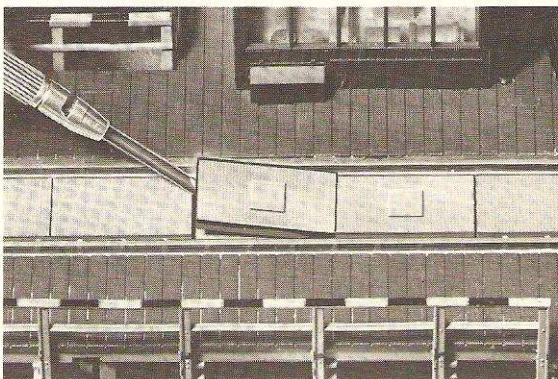

**Fig. 10**
**Betätigen der Drehbühne von Hand** siehe Fig. 9 und Fig. 10.
**Rotating the turntable by hand:** Opposite the motor housing, under the turning table, is a small black lever. By pressing the lever towards the centre, the drive gear wheel is withdrawn from the teeth in the outer drive ring releasing the table so that it can be moved manually in the desired direction. When the lever is released the gear wheel is again enmeshed with the outer-ring. Ensure, however, that the rotating tracks are lined up with the exit tracks (Fig. 9). Should the turntable not operate, when pressing the switch 6909, simply press the lever slightly to ensure the gear wheel is firmly seated in the drive ring, which will then start it moving. It will then stop at the next track again (Fig. 10).
**Manœuvre de la plaque tournante à la main:** En face de la cabine, sous le tablier du pont tournant, se trouve un levier. Lorsqu'on pousse sur ce levier vers le centre du pont, on dégage l'engrenage d'entraînement et on peut alors faire pivoter le pont tournant dans le sens désiré. Dès qu'on lâche le levier, les engrenages se bloquent à nouveau. Il faut veiller à ce que les voies du pont correspondent à ce moment avec un rail de sortie (fig. 9). Si, en manœuvrant le poste de commande 6909, le pont ne bougeait pas, il faut alors appuyer légèrement sur le levier en direction du bord de la plaque tournante afin de réengager les engrenages (fig. 10).
**Handbediening van de draaischijf:** Tegenover het machinehuis is onder de draaischijf bij de aandrijving een hefboom aangebracht. Door drukken op de hefboom en deze gelijktijdig in de richting van de draaischijf te houden, komt het aandrijfwieltje uit de vertanding van de draaikuil, zodat de draaischijf in elke gewenste richting verstand kan worden. Na het loslaten van de hefboom komt het aandrijfwieltje weer in de vertanding van de draaikuil. Er moet op gelet worden dat de railaansluiting van de draaischijf gelijk komt met aan te sluiten rail (fig. 9). Zou ondanks bediening van de schakelaar 6909 de aandrijving klemmen of niet lopen, dan kan door even de hefboom in de richting van de draaikuilrand te drukken de draaischijf in bedrijf gezet worden. Deze gaat dan na de volgende railaansluiting weer stil staan (fig. 10).
Mittemot maskinhuset sitter en handspak undertill på vridbryggan vid motorn. Genom att trycka samtidigt hålla spaken i riktning mot vridbryggans mitt släpper drivhjulet kuggarna i fördjupningen och vridbryggan kan ställas in i önskad riktning. När spaken släppes, griper kugghjulet åter i kuggarna. Beakta att anslutningsspåren stämmer med våndskivans spår (fig. 9). Skulle våndskivan vid manövrering med ställpult 6909 vara trög eller ej fungera, så startar den genom ett kort tryck på spaken mot fördjupningens kant. Den stannar vid nästa anslutningsspår (fig. 10).
Nel caso che manovrando l'interruttore 6909 non si avesse il funzionamento della piattaforma, occorrerà premere per breve tempo la levetta a mano, appunto per far rotare il ponte (fig. 10).